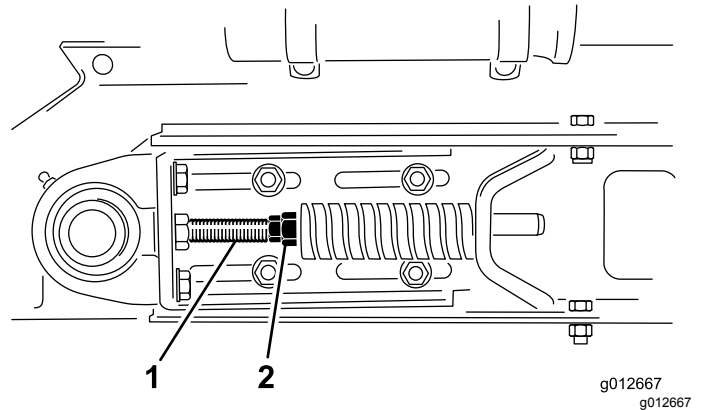

Figura 25
1. Afloje las contratuercas delantera y trasera en la varilla tensora para liberar la tensión del muelle (Figura 25).